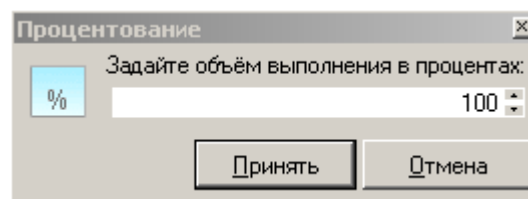

Рис. 2. Задание объема выполнения для всех строк
- В графу **Объем** следует вводить объемы выполнения работ за отчетный период. Объемы выполнения можно вводить как числовыми показателями, так и в процентах от проектного объема (графа **Всего**), используя кнопку  (см. рис. 2).
Запроцентовать можно как одну строку, так и все строки элемента структуры объекта. Для этого используйте кнопку  в графе **Объем** заголовка элемента структуры (см. рис. 2). Чтобы в выполнении учесть весь оставшийся объем работ, в контекстном меню Акта выберите пункт **Действия --> Запроцентовать остатки**.